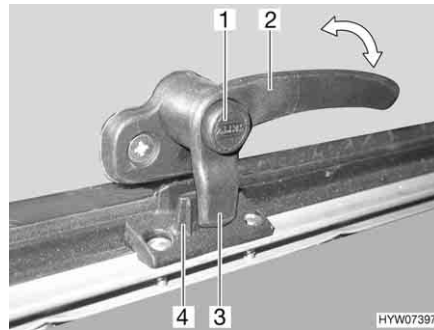
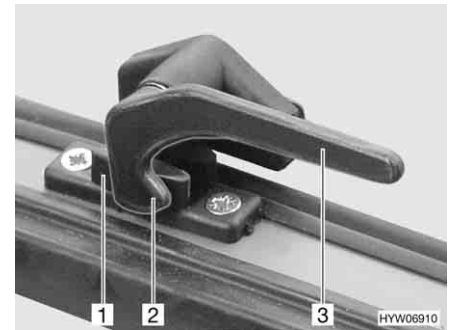

Fig. 72 Leva di serraggio con bottone di sicurezza in posizione "Chiuso"
Fig. 73 Leva di serraggio in posizione "Chiuso"
- Se presente, premere e tenere premuto il bottone di sicurezza (Fig. 72,1).
- Ruotare tutte le leve di serraggio (Fig. 72,2 o Fig. 73,3) di un quarto di giro verso il centro dell'oblò.
- Ruotare tutte le leve di serraggio (Fig. 72,2 o Fig. 73,3) di un quarto di giro verso il telaio. Il nasello di bloccaggio (Fig. 72,3 o Fig. 73,2) si trova sulla parte interna del bloccaggio dell'oblò (Fig. 72,4 o Fig. 73,1).
- In posizione "Completamente chiusa" (Fig. 72 e Fig. 73)